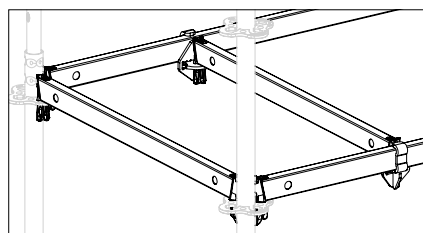
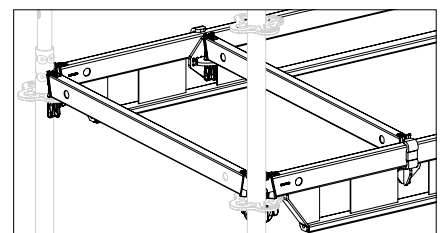

Abb. A11.05a
Abb. A11.05b
- Die Riegelaufnahme UHA (**93**) kann an den Horizontalriegeln UH (Abb. A11.05a) und an den verstärkten Horizontalriegeln UHV (Abb. A11.05b) montiert werden.